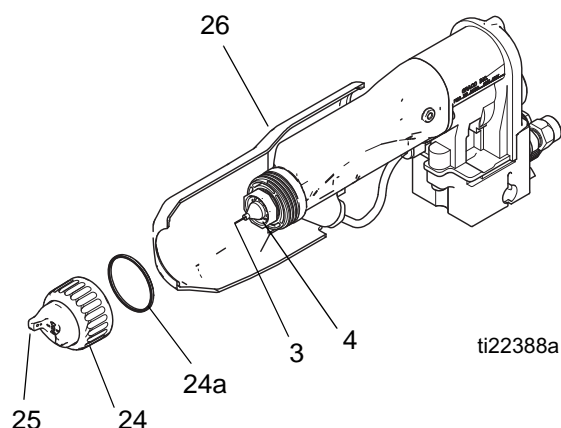

FIG. 19 . Nettoyage du capuchon d'air et de la buse
- Retirez le capuchon d'air (24, 25) et le capotage (26). Consultez la FIGURE 19.
- Nettoyez la buse (4), le capotage (26) et l'extérieur du pistolet à l'aide d'un chiffon imbibé de solvant. Évitez de faire pénétrer du solvant dans les passages d'air. À chaque fois que cela est possible, pointez le pistolet vers le bas pendant le nettoyage.
- Si de la peinture semble être restée dans les passages d'air de la buse (4), retirez le pistolet pour le réparer. Consultez la section **Remplacement du capuchon d'air/buse**, page 42 pour retirer la buse pour nettoyage ou remplacement.
- Nettoyez le capuchon d'air (25) à l'aide de la brosse à poils doux et du solvant ou immergez-le dans un solvant compatible et essuyez-le proprement. N'utilisez pas d'outils en métal.
- Faites glisser le capot de protection (26) sur le pistolet.
- Montez le capuchon d'air avec précaution (25). Introduisez le fil de l'électrode (3) dans le trou central du capuchon d'air. Tournez le capuchon d'air pour le placer dans la position souhaitée.
- Vérifiez si le joint en coupelle (24a) est bien en place sur la bague de fixation (1). Les lèvres doivent être orientées vers l'avant. Vissez la bague de fixation jusqu'à ce que le capuchon d'air soit fermement serré ; le papillon du capuchon d'air ne doit pas pouvoir être tourné à la main.